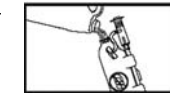

Figure 8
4. Ajouter la solution de nettoyage (Figure 8). Suivre les instructions du fabricant pour l'information au sujet des spécifications et la bonne utilisation de la solution de nettoyage.